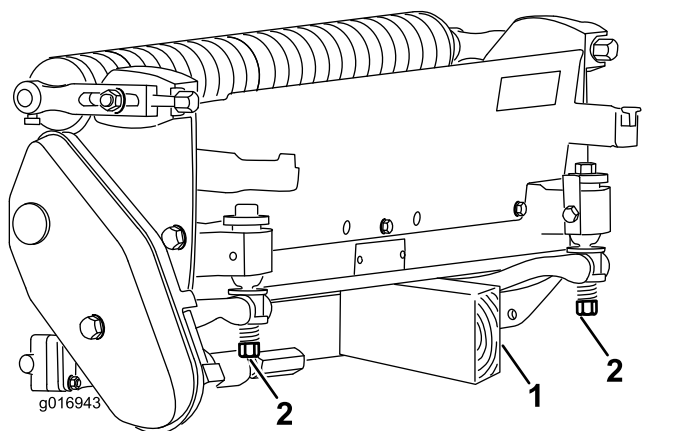

Figure 8
Chaque fois que vous devez basculer l'unité de coupe pour exposer la contre-lame/le cylindre, soulevez et soutenez l'arrière de l'unité pour éviter de faire reposer les écrous situés au bout des vis de réglage de la barre d'appui sur la surface de travail (Figure 8).
**Remarque:** Vérifiez que les écrous à l'arrière des vis de réglage de la barre d'appui ne reposent pas sur la surface de travail (Figure 8).